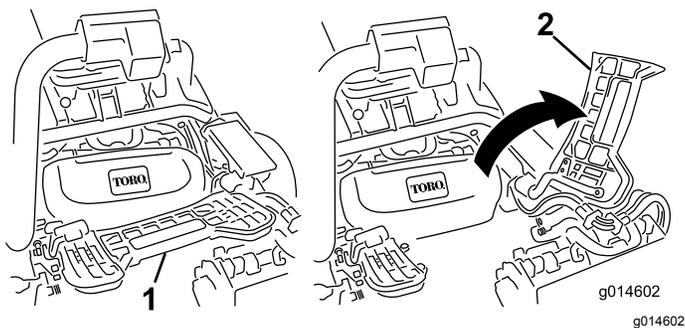

図 35
2. フットレストを跳ね上げて開き、中央カッティングユニット取り付け位置へのアクセスを確保する **図 35**。